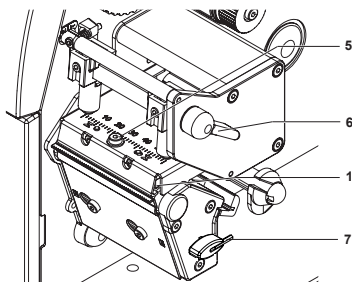

Bild 2
2. Hebel (6) in die im Bild 2 gezeigte Stellung schwenken. In dieser Stellung ist die Druckkopfgaube verriegelt und liegt auf der Druckwalze auf.
3. Mit dem Sechskantschlüssel (7) die Festschraube (5) für den Druckkopf lösen.
4. Hebel (6) entgegen des Uhrzeigersinns bis zum Anschlag schwenken und die Druckkopfgaube dadurch entriegeln.
5. Druckkopf (1) nach unten aus der Druckkopfhalterung ziehen.
6. Druckkopf (1) von den Steckverbindern der